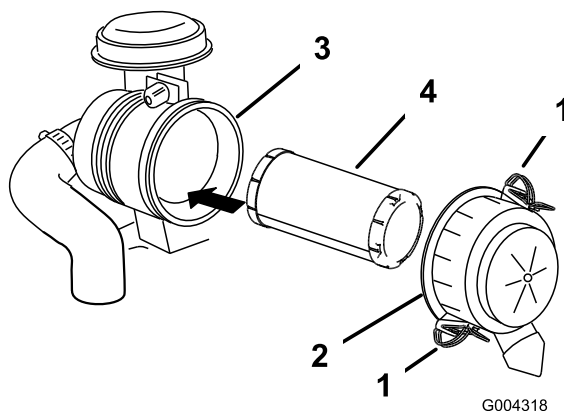

Figure 28
3. Ouvrez les attaches du filtre à air et enlevez le couvercle du corps du filtre (Figure 28).
5. Sortez l'élément filtrant du corps du filtre avec précaution (Figure 28). Évitez de cogner l'élément à l'intérieur du corps.
2. Insérez l'élément filtrant dans le corps du filtre avec précaution (Figure 28).
3. Reposez le couvercle du filtre à air, le côté portant l'inscription **UP** en haut, et fermez les dispositifs de verrouillage (Figure 28).